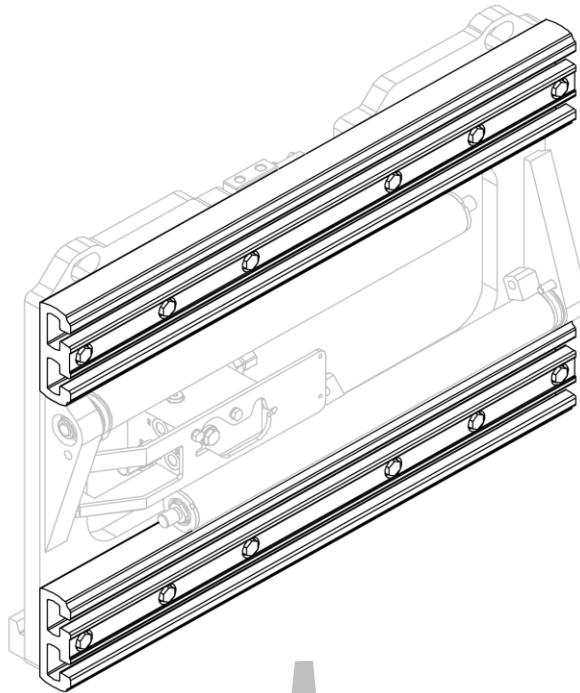
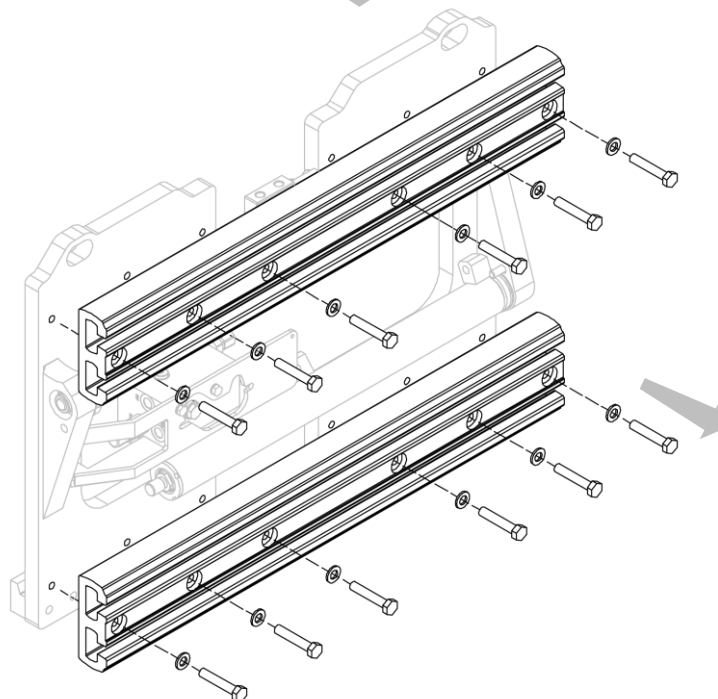

Abbildung 24
Abbildung 25
2. Schrauben Sie die Aluminiumprofile, eines nach dem anderen, ab und nehmen Sie sie ab (siehe *Abbildung 24* und *Abbildung 25*).